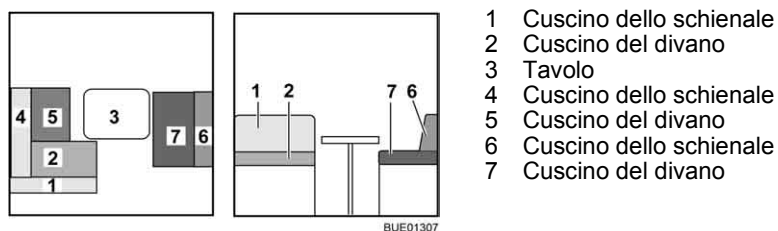

Fig. 148 Prima della trasformazione
- Trasformare il tavolo (Fig. 148,3) in struttura di supporto letto (vedi paragrafo 6.10).
- Rimuovere il cuscino dello schienale (Fig. 148,1) e riporlo.